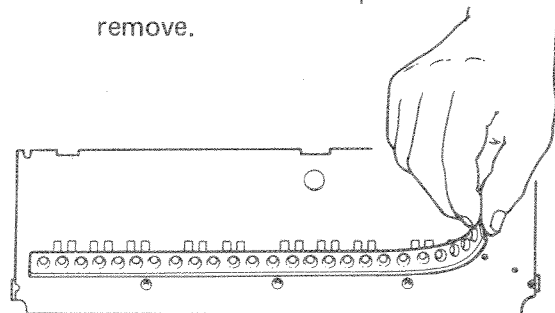

図11 Fig. 11
- ②スイッチ接点ゴムを指でつまみ上げ、ゆっくり取り外します(図11)。外れにくい場合は、接点ゴムの足をピンセットではさみ引き抜いて外してください。